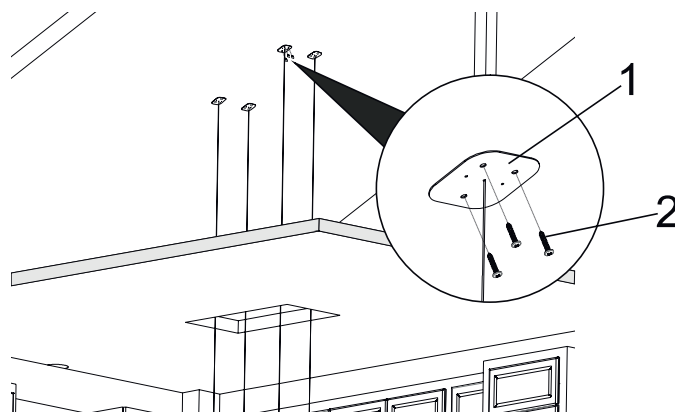

Fig. 12
5. ➤ Monter beslagene/pladerne i loftet med 3,9x22 skrue. Under installationen skal stålwirene hænge lige ned fra det område, hvor produktet skal installeres, og afstandene mellem dem skal være lige store. (Fig. 12).
8. ➔ Fastgør wiren til ophængningsbeslaget. Før nu wiren fra punkt A i pilens retning og fastgør det igen i den modsatte retning til punkt B (Fig. 12).